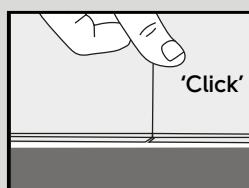

Fig. 5a
- Una vez que el lado largo esté alineado y apretado, deje caer el extremo corto en su sitio frotando sobre la junta del extremo con el pulgar o un rodillo pequeño hasta que se oiga un "clic" (Fig 5a y 5b).